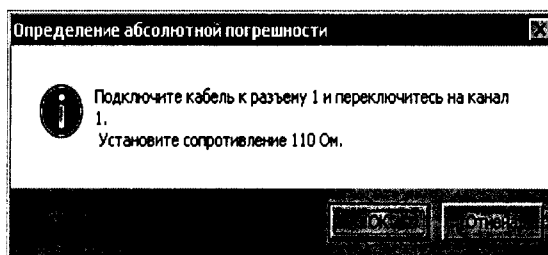

Рисунок 13 - Окно «Определение абсолютной погрешности»
4.3.6.7 ПЭВМ произведет три измерения и расчет абсолютной погрешности измерения сопротивления с последующим отображением результатов на экране (Рисунок 11), после чего появится окно «Определение абсолютной погрешности» с надписью «Подключите кабель к разъему 1 и переключитесь на канал 1. Установите сопротивление 110 Ом» (Рисунок 13).
4.3.6.8 Убедившись в работоспособности измерительного тракта КОИ, прервать процесс измерения путем нажатия кнопки «Отмена» в окне задачи «Определение абсолютной погрешности» (Рисунок 13).